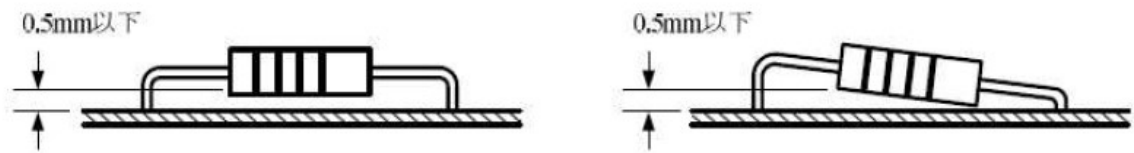
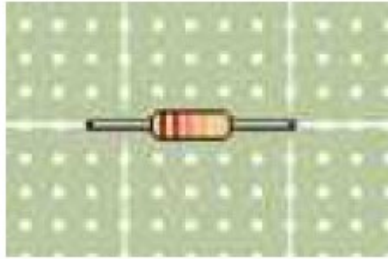
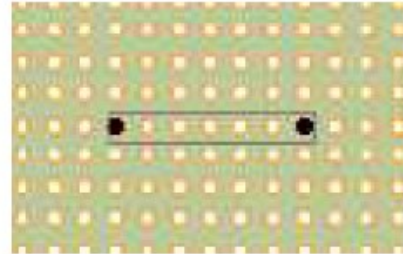

図5 部品の浮き上がり
図6 部品面
図7 ハンダ面
(1) 設計製作回路（設計回路図を含む）の部品の取り付け
- ① 基板への部品の取付け方向は、以下を基準とする。向きが異なる場合は減点対象となる。
- ② 炭素皮膜抵抗器、スズメッキ線は、ユニバーサル基板にはほぼ密着させて取り付けること。なお、浮き上がり限界は、図5に示すとおりとする。また、抵抗の取り付けピッチは6ピッチとする。（図6・図7参照）